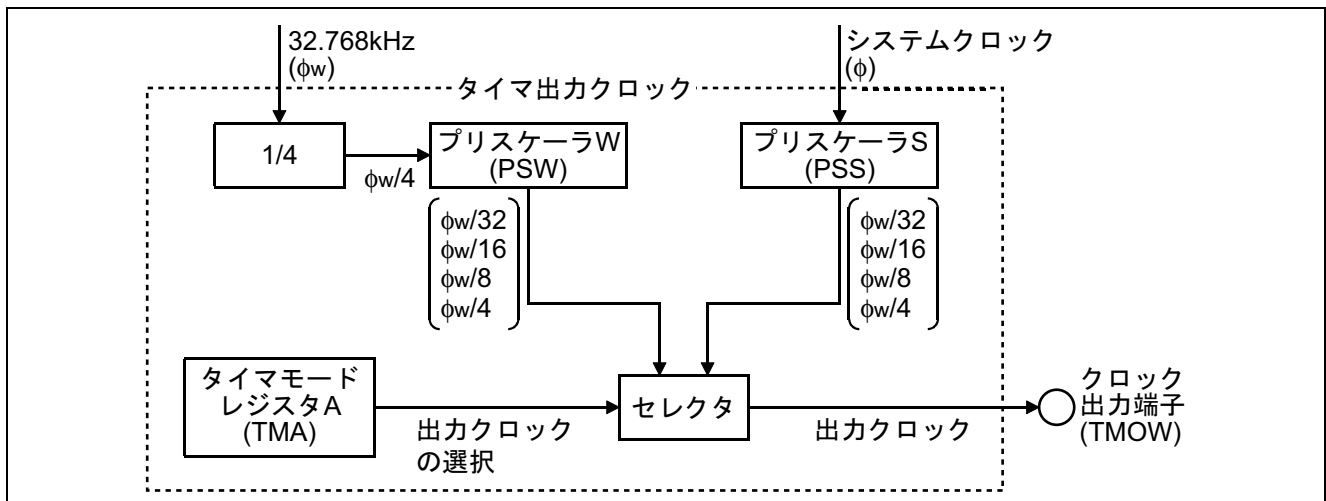

図 1 タイマ A クロック出力機能ブロック図
- (1) 本タスク例では、タイマ A クロック出力機能を使用して、TMOW 出力端子よりクロック出力を行ないます。図 1 にタイマ A クロック出力機能のブロック図を示します。以下にタイマ A クロック出力機能のブロック図について説明します。